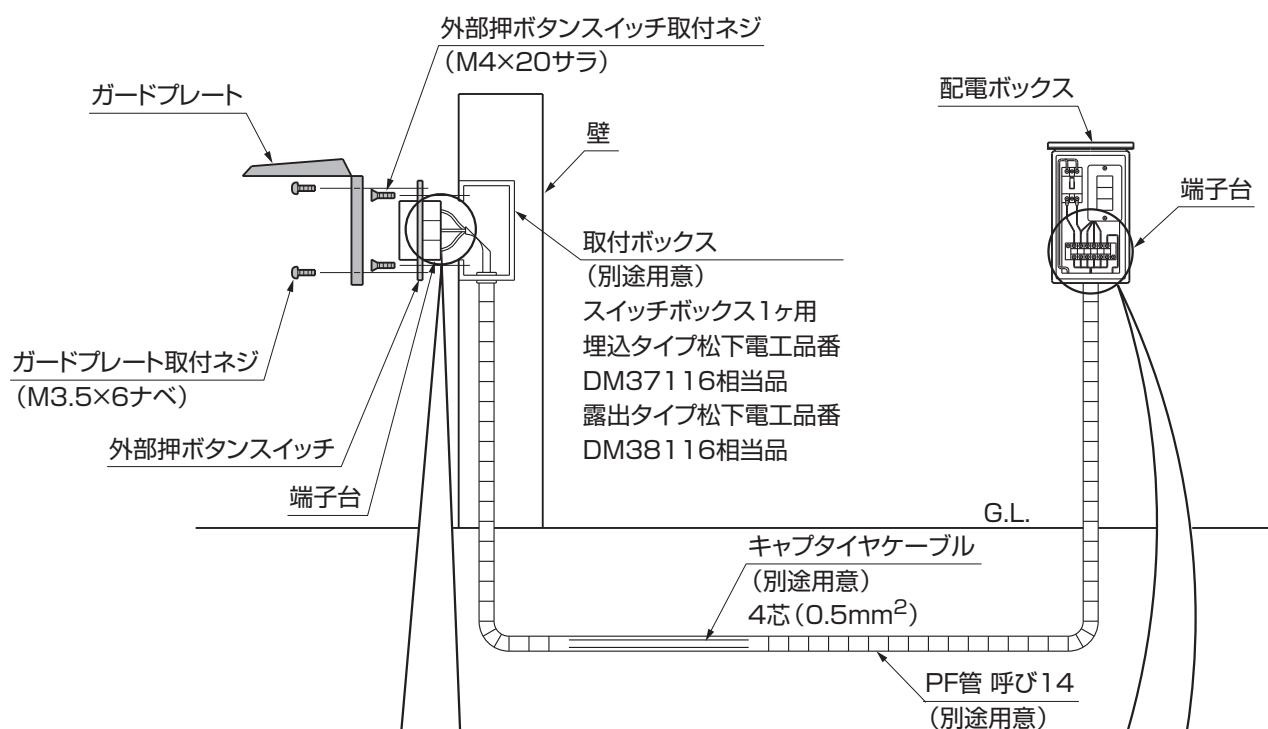

図15-1
- ①取付ボックス（市販スイッチボックス1ヶ用）を用意してください。（図15-1参照）
- ④外部押ボタンスイッチを取付ボックス（別途用意）に「外部押ボタンスイッチ取付ネジ」で固定してください。（図15-1参照）
- ⑤ガードプレートを外押ボタンスイッチに「ガードプレート取付ネジ」で取付けてください。（図15-1参照）
- ⑥ガードプレート外周をシーリングしてください。